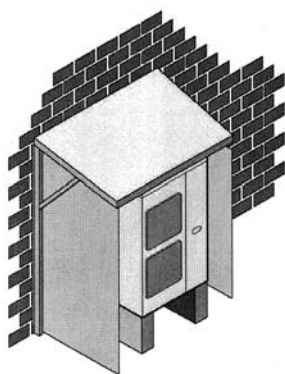

Figura 1: costruzione per prevenire l'esposizione alle correnti e alla neve
- Non installare mai l'unità esterna in un luogo in cui il lato di aspirazione (sinistro e posteriore) possa essere esposto direttamente alle correnti o alla neve. (Consultare la scheda informativa "Spazio per l'installazione e la manutenzione" e la Figura 1)